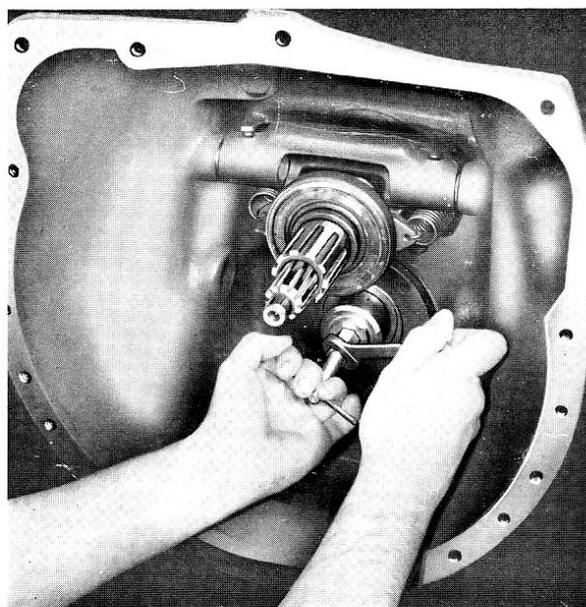

Fig. 10
- 3° Disposer un joint neuf sur le boîtier de roulement et le mettre en place à l'aide de l'outil MAPO (fig. 10).